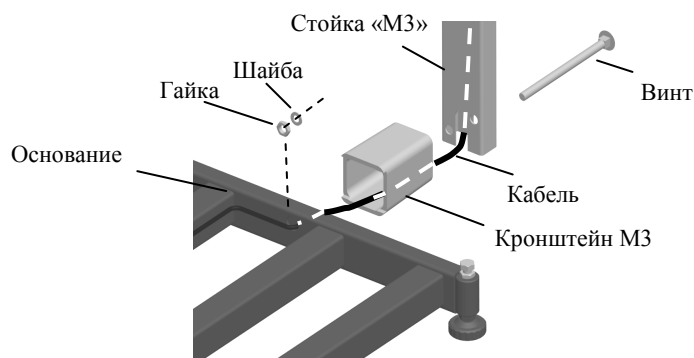

Рис. 5.3 - Крепление прямоугольной стойки к модулю ТВ-М_
- Протянуть кабель через кронштейн и стойку, Рис. 5.3.